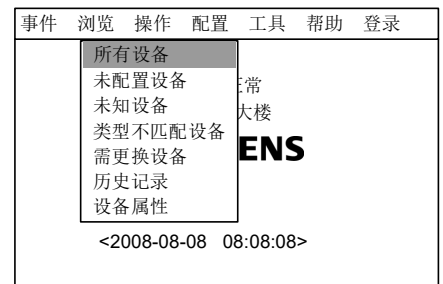
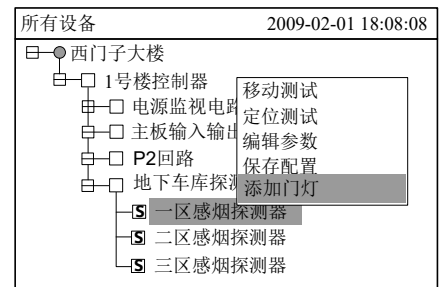
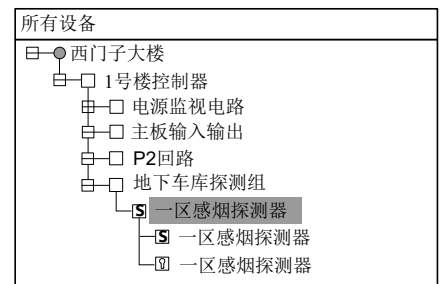

图 32-2
图 32-3
图 32-4
- 按“→”键选择“浏览”子菜单（图 32-2），选择“所有设备”，然后按“OK”键，树状图显示出来（图 32-3）。按“↓”/“↑”键查找需要进行门灯添加的设备。
- 按“→”键弹出快捷菜单（图 32-3），然后按“↓”键选择“添加门灯”，再按“OK”键，即添加完成，系统即会在该设备下面添加门灯通道（图 32-4）。可通过“设备属性查询”查看该门灯属性（图 32-5）。